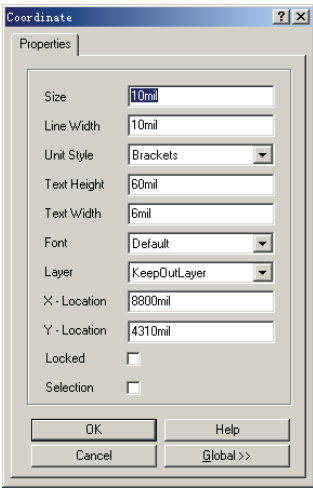

图 5-65 Coordinate 对话框
- 2) 执行命令后，光标变成了十字形状，在此命令状态下，按〈Tab〉键，会出现如图 5-65 所示的“Coordinate”对话框。按要求设置该对话框。